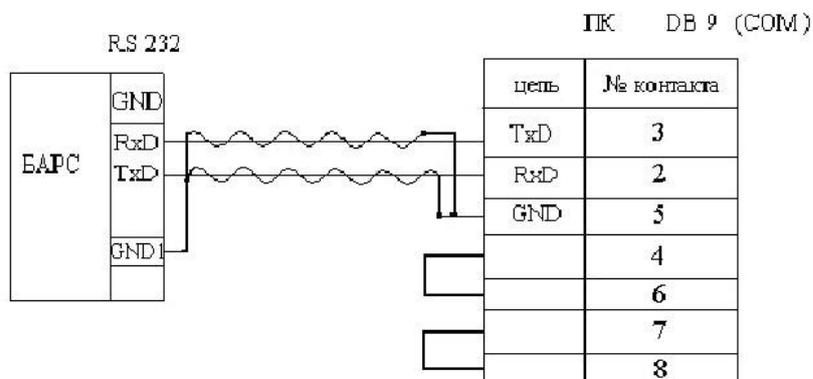

Рис. 1
- Подключите ПК к ППКОП Барс согласно (рис.1) Обратите внимание на установленные перемычки между контактами 4-6 и 7-8 разъема ПК.
11. В некоторых случаях для определения причин нештатной работы прибора в технический отдел ЗАО «Атис» может быть направлен, например, по электронной почте, файл, содержащий техническую информацию, находящуюся в данном приборе. Для создания такого файла необходимо подключить к прибору ПК (согласно Рис.1) запустить программу table.exe. После выбора типа используемой платы, требуется нажать кнопку «Сохранить ЧЯ» в главном окне программы. В папке «update5a» на диске C:\ (при условии, что программа установлена в данную папку) будет создан файл «blackbox.pcd». Данный файл желательно заархивировать любым доступным архиватором и отправить по адресу sales@atis-wdu.ru или на другой адрес электронной почты, указанный службой технической поддержки ЗАО «Атис». В теме письма должно присутствовать словосочетание «в техподдержку атис», для того, чтобы фильтр рекламных сообщений не удалил Ваше письмо. После анализа информации технический отдел направит ответное письмо с техническим заключением на электронный адрес, указанный для ответа в поступившем письме. **Внимание:** перед использованием команды «Считать ЧЯ» не рекомендуется выполнять команду «Разблокировать».